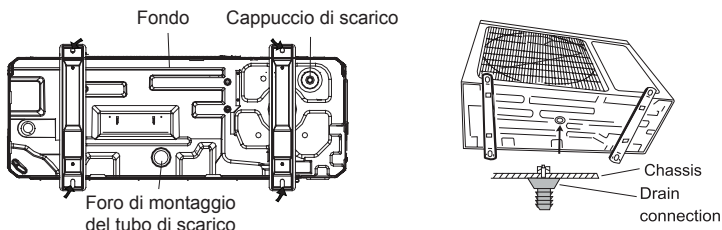

Fig. 10
4.2.2 Scarico della condensa dell'unità esterna (solo per unità con pompa di calore) (Fig. 10)